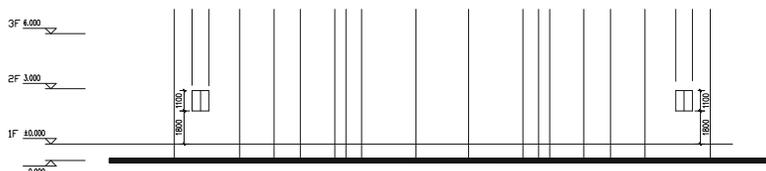

图 12-1-18
**STEP 06** 使用绘制矩形命令 RECTANG (REC) 绘制两个矩形, 并使用绘制直线命令 LINE 在矩形中间位置绘制一条竖直线, 再删除偏移得到的两条直线, 如图 12-1-18 所示。